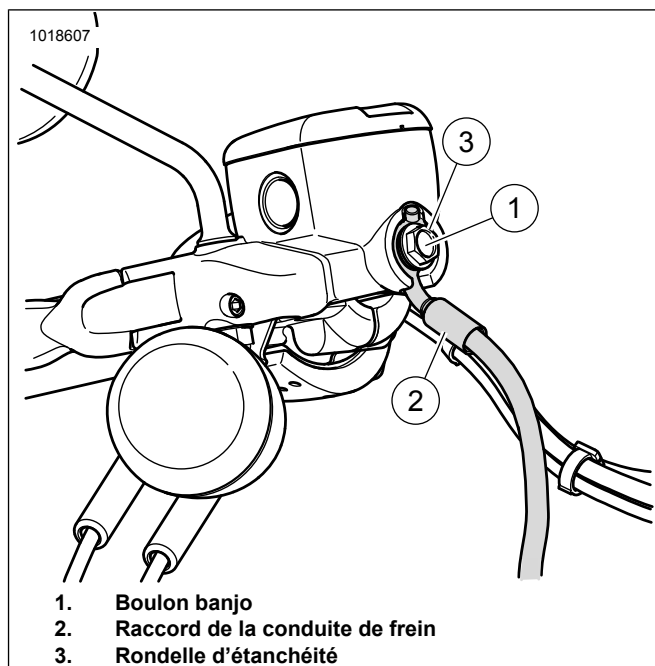
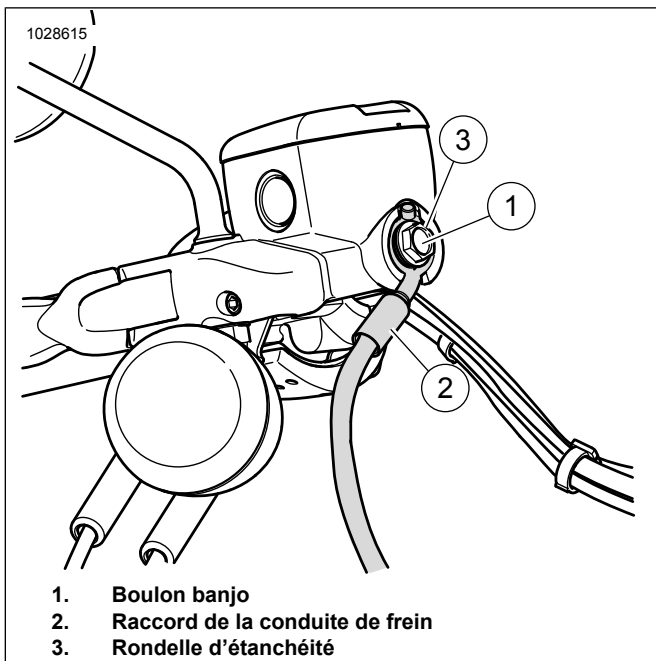

Figure 4. Raccord de conduite de frein, boulon banjo et joint
Figure 5. Raccord de conduite de frein, boulon banjo et joint
- Voir Figure 4 et Figure 5. Vérifier que le raccord de la conduite de frein (3) est orienté vers l'intérieur. Déposer le boulon banjo (1). Conserver pour pouvoir le réutiliser. Déposer les rondelles d'étanchéité (2). Jeter les rondelles d'étanchéité. Déserrer la conduite de frein au niveau du collecteur situé sous le support de fourche inférieur.